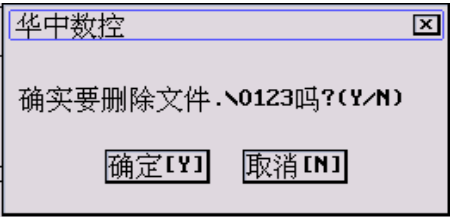

图 5.4.13 确认是否删除文件
(4) 按 **Enter** 键，弹出如图 5.4.13 所示对话框；